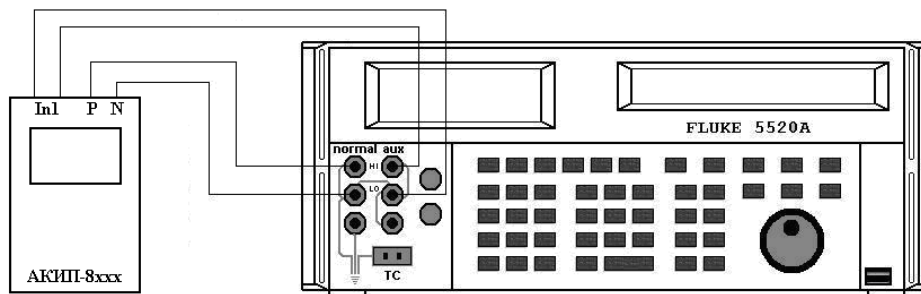

Рисунок 9 – Схема соединения приборов при определении основной абсолютной погрешности измерения мощности и коэффициента мощности ( $\cos\varphi$ )
- собрать схему согласно рис. 9;